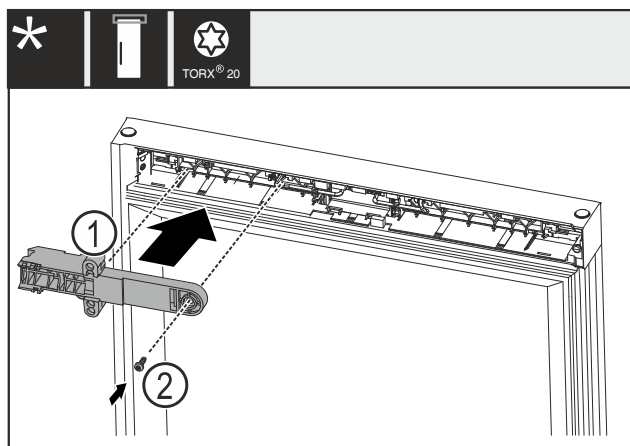

Fig. 23
- Otočte přídržný díl zámku Fig. 23 (1) o 180° a namontujte jej na protější straně.
- Přídržný díl zámku Fig. 23 (1) upevněte šroubem Fig. 23 (2).